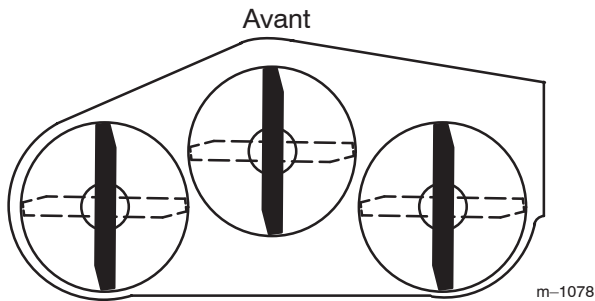
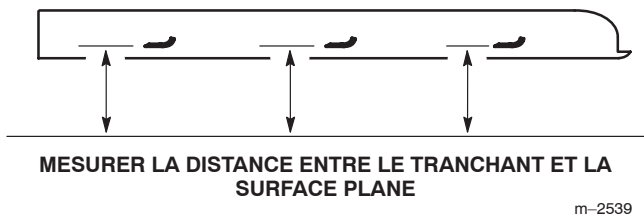

Figure 24
Figure 25
1. Tournez les lames pour qu'elles soient toutes dirigées dans le sens longitudinal (Fig. 24). Mesurez la distance entre la surface plane et le tranchant des lames (Fig. 25) et notez cette valeur.